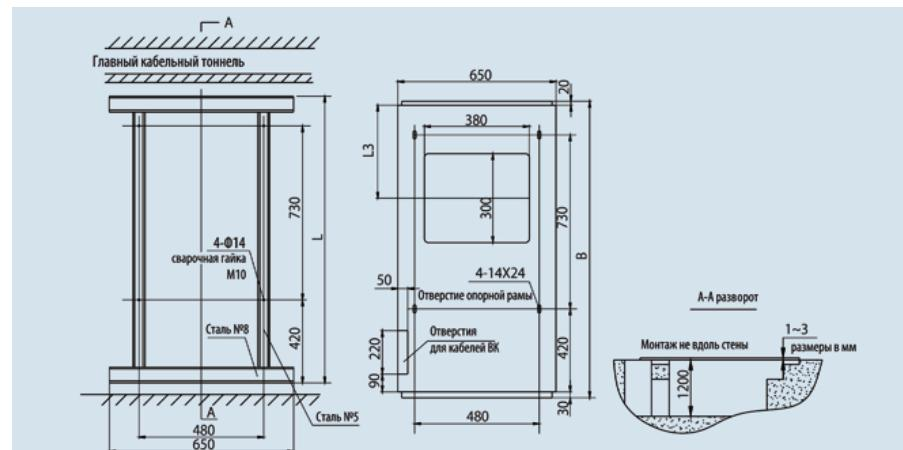

Рис. 5.2 Схема монтажа РУ KYN28-12(Z)
- Схема монтажа оборудования (см. рис. 5.2)